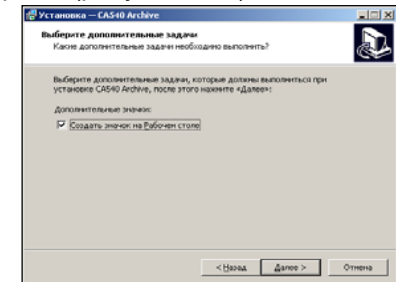

Рисунок 8.15
4) На екрані з'явиться вікно (рисунок 8.15). Виконати встановлення, як показано на рисунку, або відмовитись від створення значка на Робочому столі, потім клацнути по кнопці [Далее].